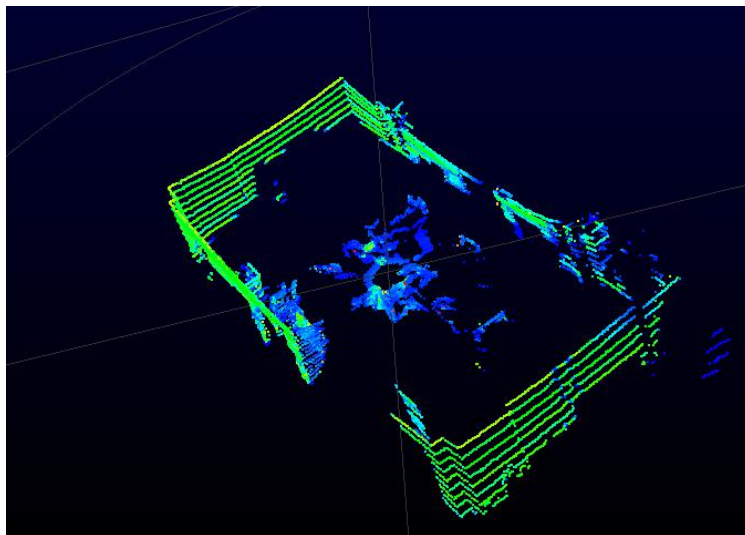

图 C-3 雷达点云数据
5. RSView 开始显示实时采集到数据(图 C-3)。可以通过点击 **Play** 按钮暂停，再点击一次可以继续显示。